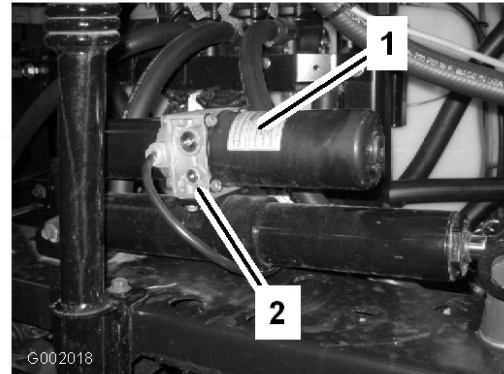

Figura 69
1. Localice la válvula de alivio manual en el actuador de cada brazo. La válvula de alivio manual es la válvula más pequeña, y se encuentra solamente en un lado del cuerpo del actuador (Figura 69).